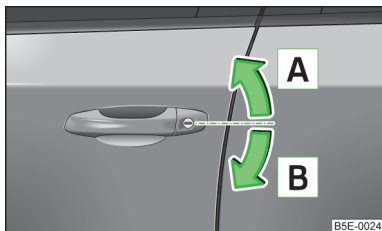

Fig. 12
Pin rotirea de două ori a cheii în portiera șoferului în interval de 2 secunde în sensul săgeții **B** » fig. 12 se dezactivează mecanismul de siguranță.
- › Rotiți cheia în butucul încuietorii portierei șoferului, în sensul săgeții **A** » fig. 12.
- › Rotiți cheia în butucul încuietorii portierei șoferului, în sensul săgeții **B** » fig. 12.